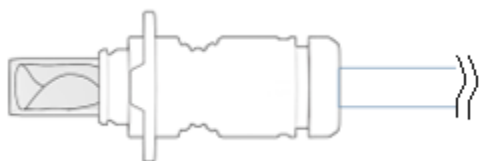

Figura 6. Inspección del implante (dentro de la cánula de carga)
- Compruebe visualmente la integridad del implante (dentro de la cánula de carga); no debe presentar arrugas, pliegues ni desgarros, vea la figura 6.